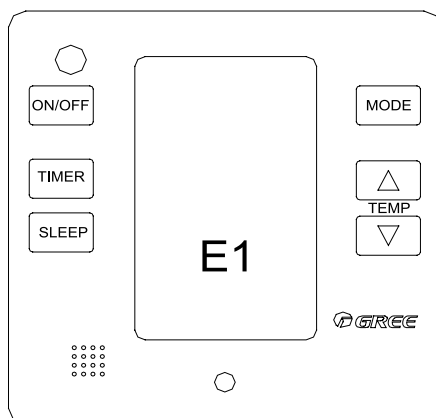

Рисунок 5.7 – Код неисправности
- Если при работе кондиционера возник сбой, то на дисплее пульта управления высвечивается код неисправности (см. рисунок 5.7)